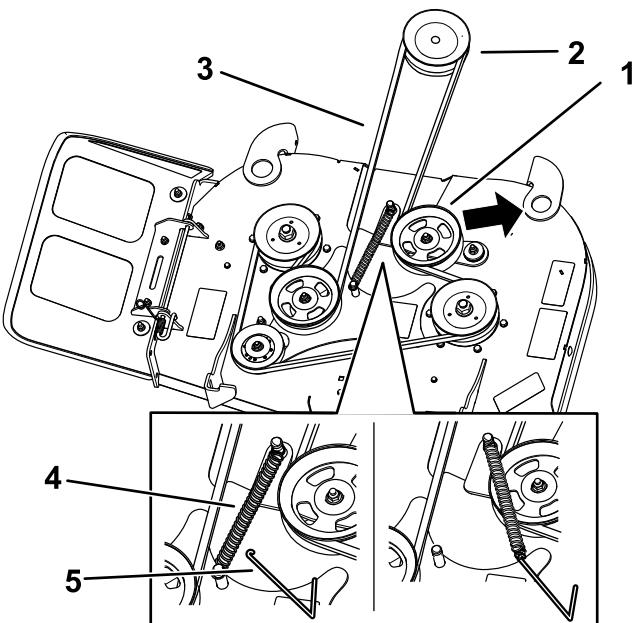
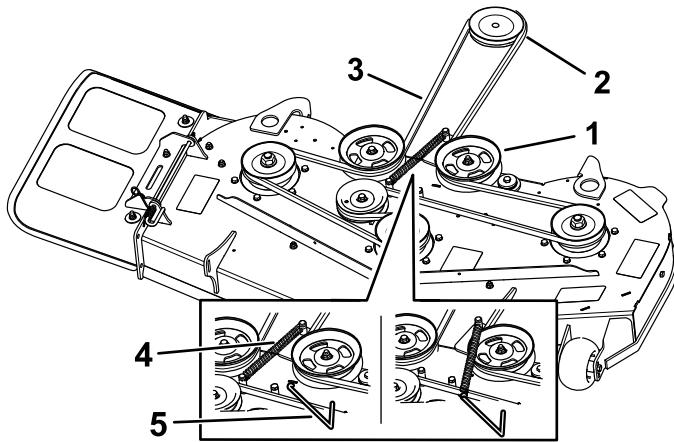

図 52
図 53
外してスプリングのテンションをなくし、プーリからベルトを取り外す 図 52または図 53。
6. クラッチプーリとデッキプーリに新しいベルトを掛け回す 図 52または図 53。
7. デッキのフックにアイド拉斯プリングを取り付け 図 52または図 53。